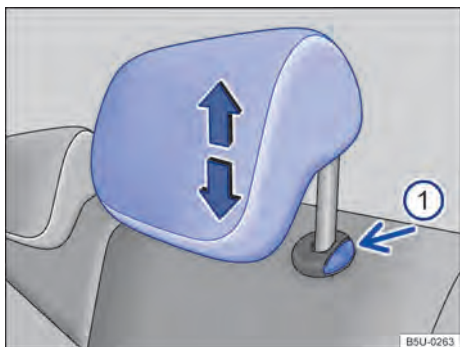

Fig. 62 Apoio para cabeça traseiros: ajustar.
- Empurrar o apoio para cabeça para cima na direção da seta → Fig. 62 (A) ou com a tecla → Fig. 62 (B) pressionada, empurrar para baixo → ⚠ em *Introdução ao tema* na página 71.